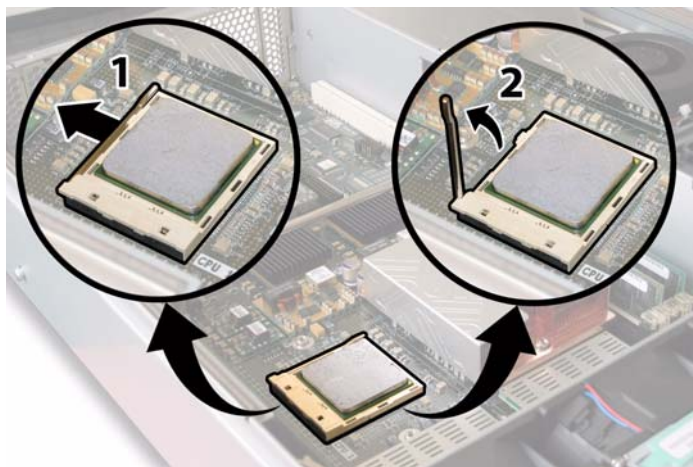

图 4-46 松开 CPU 插座拉杆
- c. 将 CPU 插座拉杆轻轻拉离插座。请参见图 4-46。